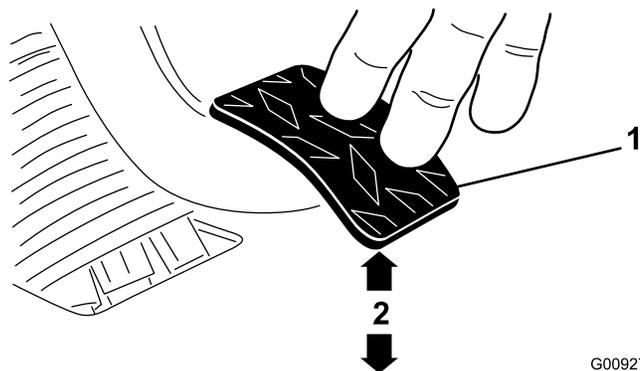

Figure 71
- Réglez les écrous de blocage et/ou la rotule jusqu'à ce que le bord inférieur arrière de la pédale d'embrayage soit à $9,5 \text{ cm} + 3 \text{ mm}$ du haut du plancher quadrillé quand une force de $1,8 \text{ kg}$ est appliquée sur la pédale (Figure 71).